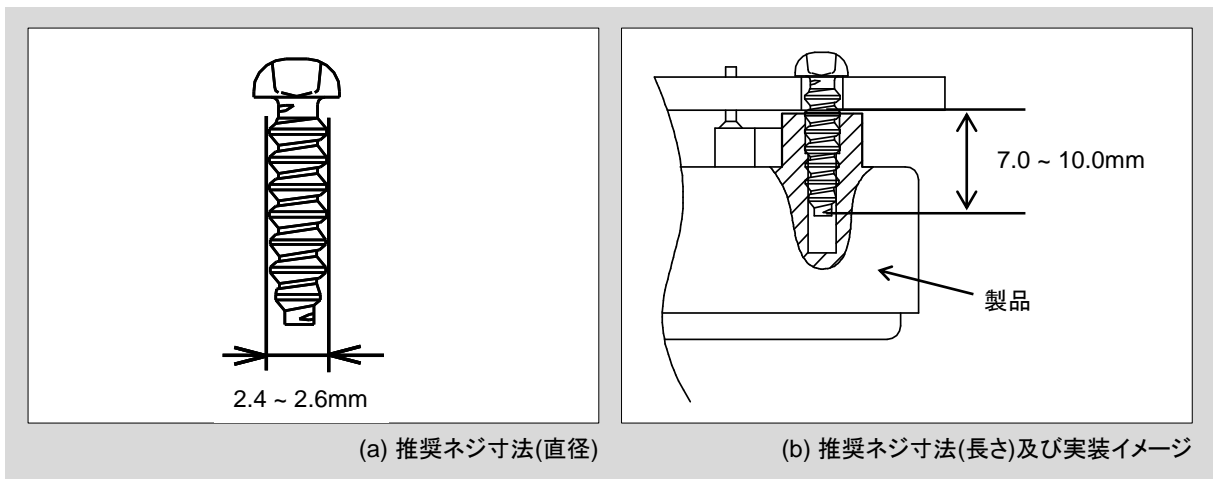

図6 推奨ネジの寸法及び実装イメージ
1. 製品へのPCBの固定には、セルフタッピングネジを使用して下さい。図6に示すように、直径は2.4～2.6mm、長さはプリント基板の下面から7.0～10.0mmとなるネジをご使用下さい。表3に推奨ネジを示します。